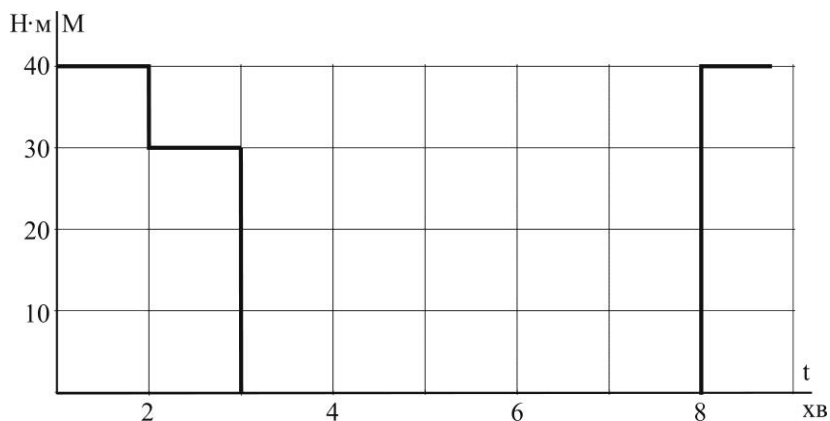

Рис. 8.3.4. Діаграма навантаження двигуна
Вибрати тип і потужність трифазного асинхронного двигуна з приблизно орієнтовною частотою обертання $n = 1400$ об/хв. для повторно-короткочасного режиму роботи й заданим навантаженням (рис. 8.3.4).
2. Знайти фактичну тривалість вмикання ТВф % для заданого графіка роботи за діаграмою навантаження двигуна (рис. 8.3.4)